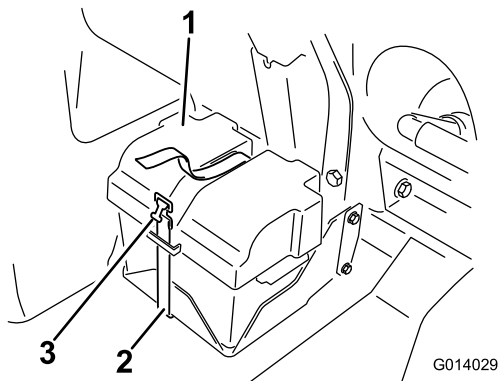

Bild 80
2. Nehmen Sie die Batterieabdeckung ab und klemmen das Minuskabel (schwarz) vom Batteriepol ab (Bild 80).
4. Montieren Sie die Batterieabdeckung und befestigen sie mit dem vorher entfernten Riemen (Bild 80).